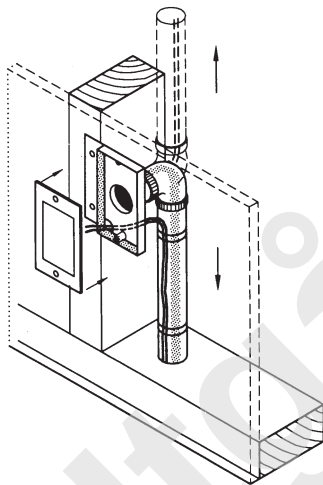

Fig. 421
- 421 I bindingsverksvegger festes sugekontaktens monteringsplate til forkanten av stenderen. Skal røret fra sugekontakten skjules inne i veggen, må veggen ha minst 48 mm stenderverk. Enkelte rørsystemer krever imidlertid minst 73 mm tykt stenderverk. Like bak sugekontakten må man da benytte et 90° skarpt bend. Et slikt skarpt bend skal stanse større gjenstander og hindre at de kommer videre inn i rørsystemet og setter seg fast der. 90° skarpt bend må aldri benyttes andre steder i rørsystemet. Montering av sugekontakten er vist i fig. 421 og beskrevet mer detaljert i monteringsanvisning fra produsent. Selve sugekontakten limes aldri til rørsystemet, da pakningsringen på monteringsplaten gir tilstrekkelig tett sammenføyning.